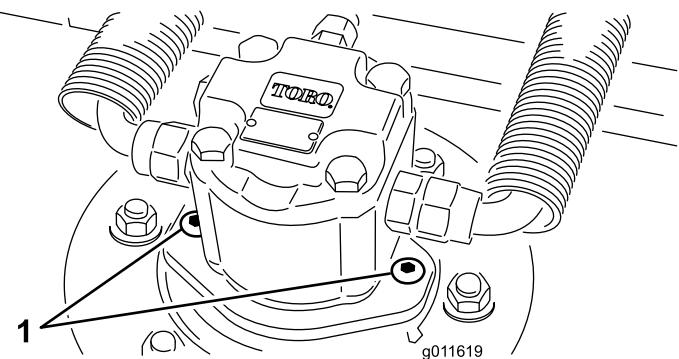

図 5
4. デッキに油圧モータを取り付ける図5。Oリングを忘れずに、また、損傷させないよう注意して取り付ける。